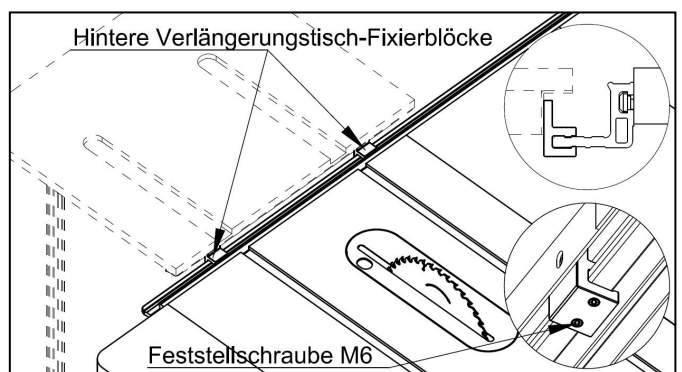

Abb. 6-27
9. Die zwei hinteren Verlängerungstisch-Fixierblöcke (Artikel D) werden mit dem Produkt für die Installation des hinteren "nicht zuführenden" Verlängerungstisches geliefert. Diese Blöcke können, wie in Abbildung 6-27 dargestellt, an jeder gewünschten Position entlang der hinteren Führungsschiene mit M6-Setzschrauben befestigt werden.